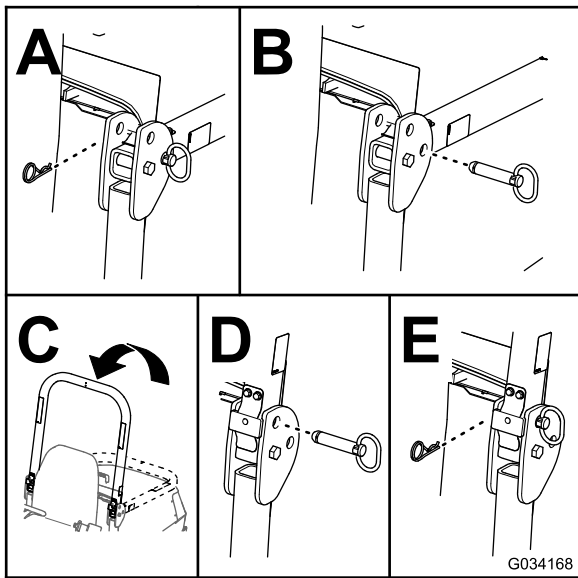

Figure 32
2. Retirez les goupilles fendues et les axes de l'arceau de sécurité (Figure 32).
3. Relevez l'arceau de sécurité et fixez-le en position avec les axes et les goupilles fendues (Figure 32).